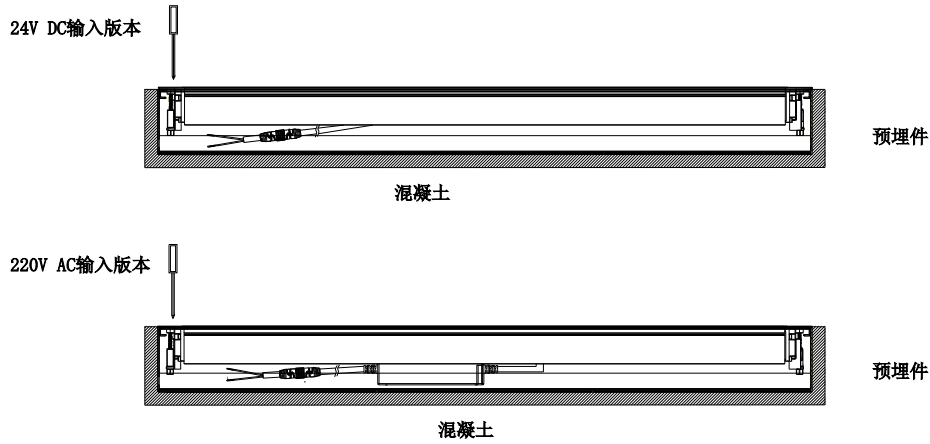

图 6
3. 小心将灯具安放至预埋件内，最后使用十字螺丝刀旋转 M5 螺丝并锁紧，使线条灯锁紧预埋件即可(图 6)。混凝土凝固后接通电源即可正常使用。